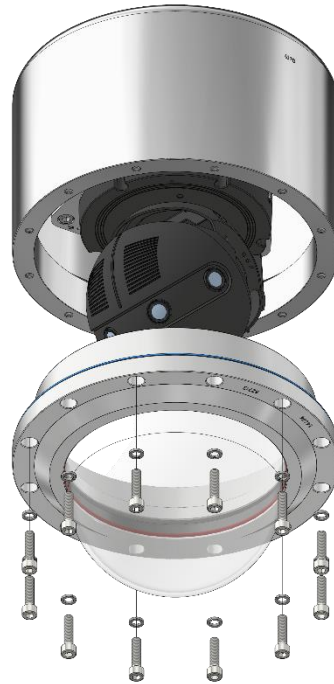

Abb.6-4: Ausnahme liteServer T20-VA4.1K.X
- Der Kabel- und Zuleitungsflansch ist vorsichtig und äußerst lotrecht nach hinten herauszuziehen (vgl. Abb.6-4). Es besteht Gefahr durch Verkantung! Durch entstehenden Unterdruck kann das Entfernen des Flansches ggf. schwerfällig sein.